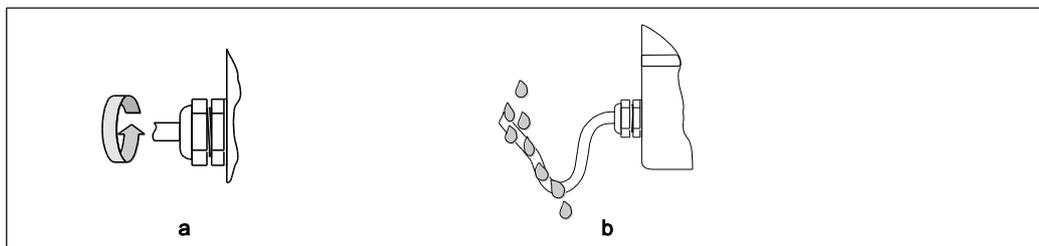

Рис. 20: Инструкции по установке кабельных вводов
- Кабельные вводы должны быть плотно затянуты (поз. а → рис. 20).
- Перед входом в кабельный ввод кабель должен образовывать петлю для обеспечения водоотвода (поз. b → рис. 20). Такое расположение предотвращает проникновение влаги через ввод.